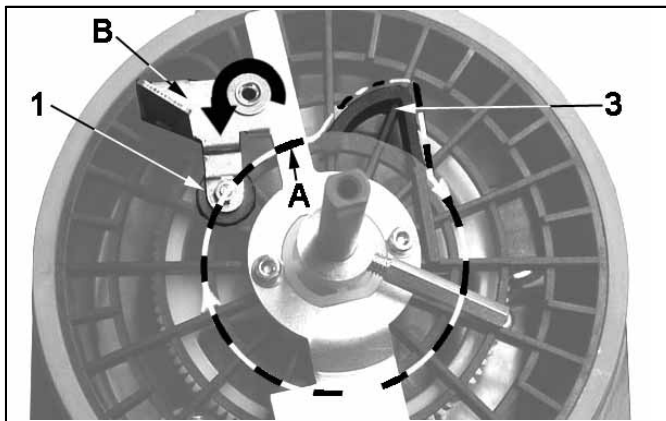

Abb. 8-1 Komponenten der Leermelde-Einheit (Behälter gefüllt) 6398b07
- Durch die Einlenkung des Rührflügels B (Abb. 8-1) im Schmierstoff, wird das drehbar gelagerte Leitblech mit dem Rundmagneten 1 nach innen gedrückt, auf Umlaufbahn A.
- Ein Steuernocken 3 (Abb. 8-1) führt den Rundmagneten mit dem drehbar gelagerten Leitblech zwangsläufig nach außen, Richtung Behälterwand. Nach Verlassen des Steuermockens, drückt der Schmierstoff gegen das Leitblech und bewegt den Magneten wieder nach innen (B).